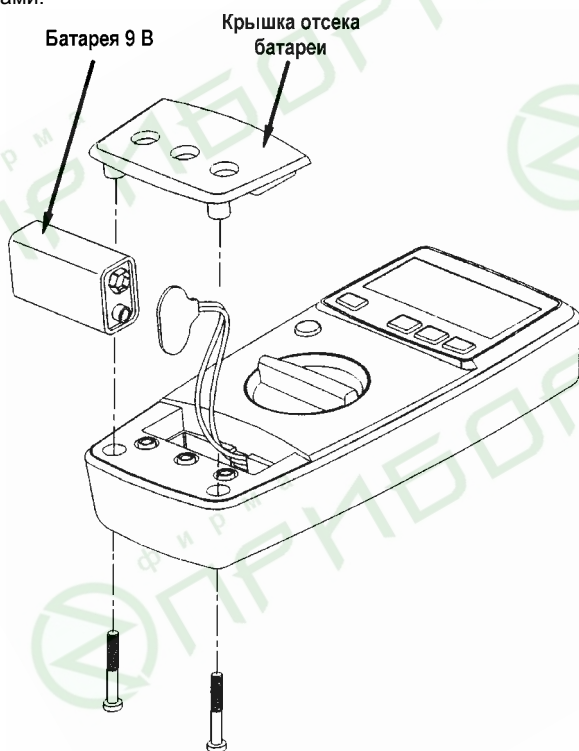

Рисунок 15
5.1.2 Выверните винты крепления крышки отсека батареи и снимите её (см. рис. 15).